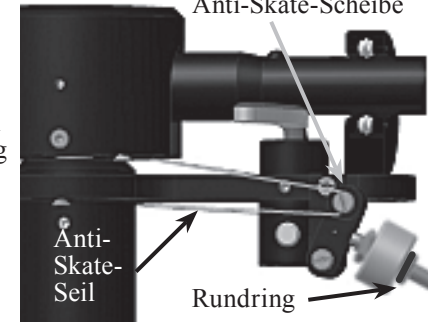

Abbildung 12A
7. Legen Sie das Anti-Skate-Seil über die Anti-Skate-Scheibe. Siehe Abbildung 12A.